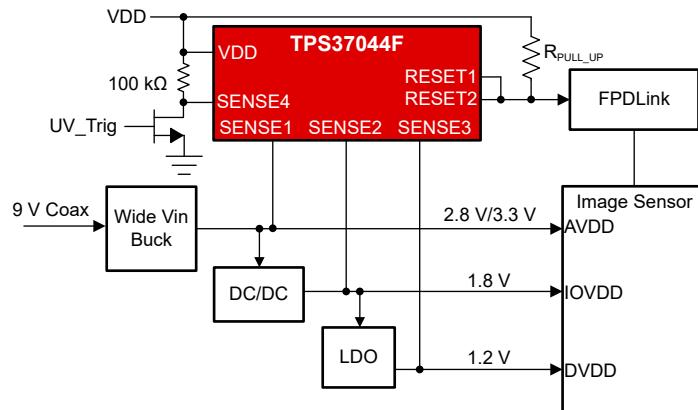

図 8-4. TPS37044F クワッド チャネル監視、機能安全用手動セルフ テスト オプション付き
図 8-4 に、手動セルフ テスト機能を実装できるセルフ テスト方式を示します。任意の SENSE_x ピンを予約し、出力で観察されるフォルトのトリガーに使用することで、フォルト検出のために TPS3704 をあらかじめ確認することができます。TPS3704 は、機能安全に準拠したマルチチャネルスーパーバイザであり、ファクトリ オートメーションやモーター ドライバなどのアプリケーションで IEC 61508 要件および産業用セーフティ インテグリティ レベルを達成しています。この例では、SENSE4 スレッショルドが OV で 5.5V、UV で 2V に設定された個別の低電圧および過電圧 (UV/OV) 出力用に構成された TPS37044F を使用しています。
図 8-4 に、手動セルフ テスト機能を実装できるセルフ テスト方式を示します。SENSE4 は、過電圧 (OV) スレッショルドが 5.5V、低電圧 (UV) スレッショルドが 2V に設定されており、100kΩ の抵抗を介して VDD に接続できます。セルフ テストの設定によって、TPS37044F に電力供給するレールには過電圧検出器が組み込まれ、追加の利点となります。機能安全の観点からは、電圧スーパーバイザが動作限界の推奨値を外れて動作している場合、電圧スーパーバイザの信頼性は低くなります。